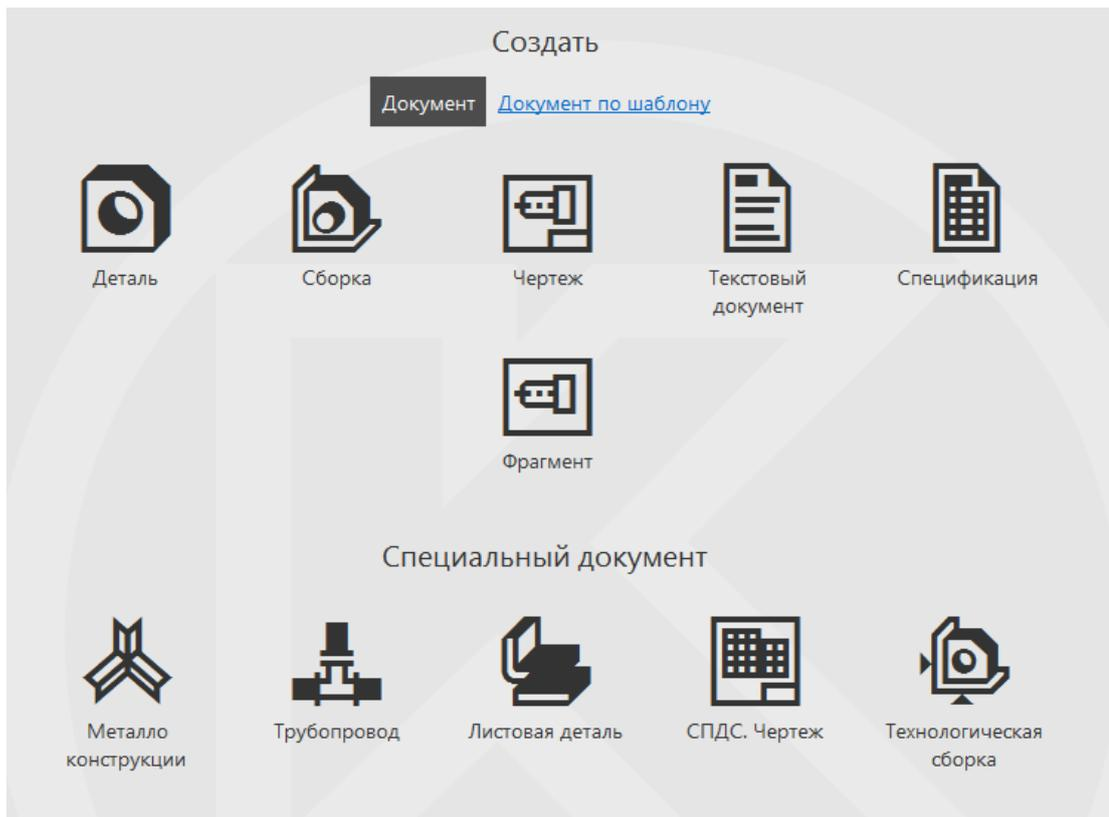

Рисунок 6.2
- 1 В окне приветствия КОМПАС 3D выберем Фрагмент (рис. 6.2).